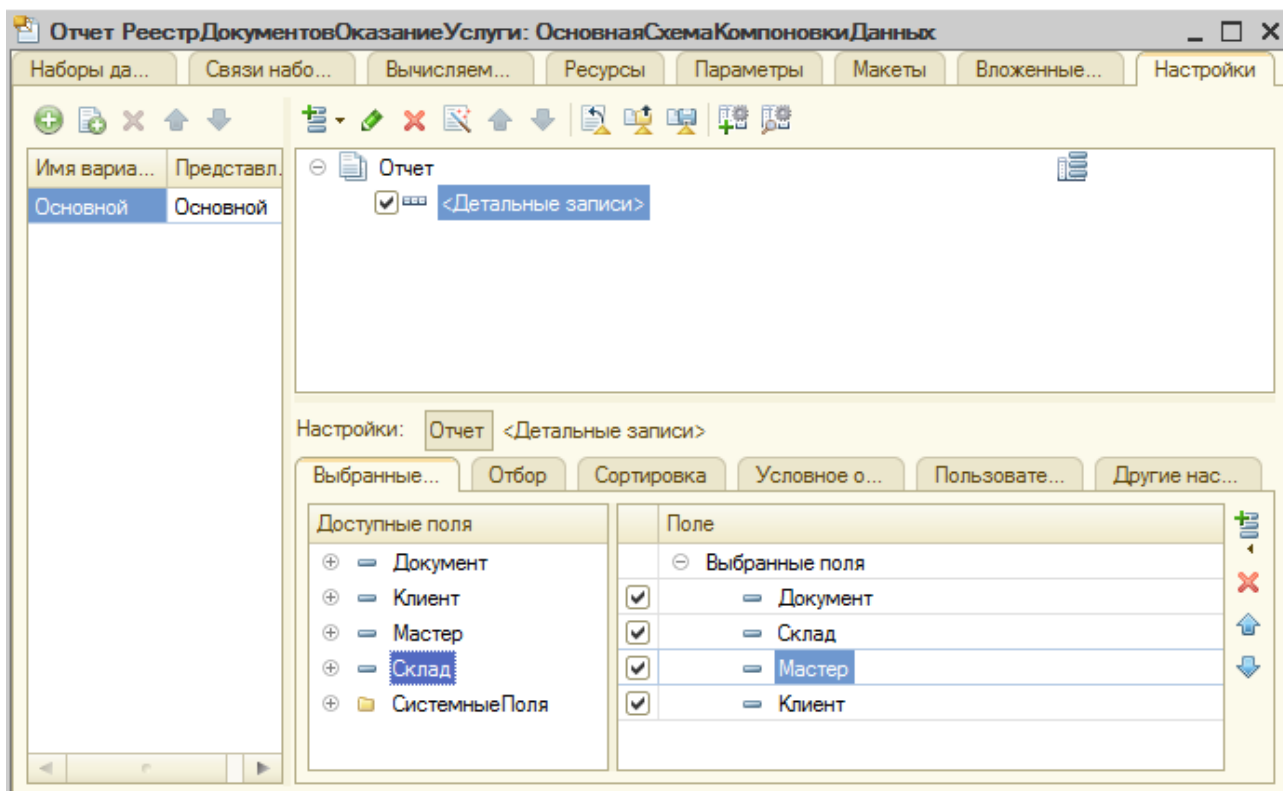

Рисунок 68 Вкладка **Выбранные поля**
9. Настройте отчет: на вкладке **Настройки** добавьте группировку с помощью кнопки **Добавить** -> **Новая группировка**. Оставьте настройки по умолчанию и нажмите «**ОК**». На вкладке **Выбранные поля** укажите: **Документ**, **Склад**, **Мастер**, **Клиент** (рис. 68):